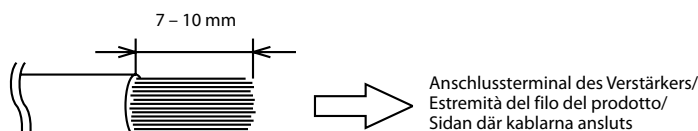

Abb. 5/ Fig. 5/ Bild 5
2. Entfernen Sie 7 – 10 mm der Isolation von den Enden der Kabel. (Abb. 5)
2. Rimuovete l'isolamento dalle estremità del filo di circa 7 – 10 mm. (Fig. 5)
2. Skala av isoleringen cirka 7 – 10 mm från kabeländarna. (Bild 5)